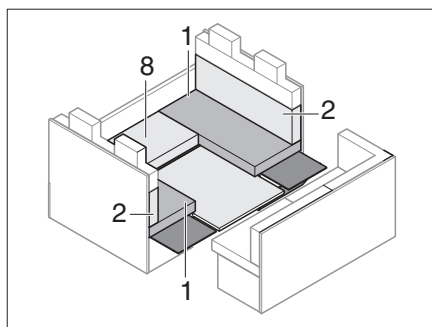

Fig. 201 Durante la transformación
- Quitar el cojín del asiento (Fig. 201,8) y la subestructura.